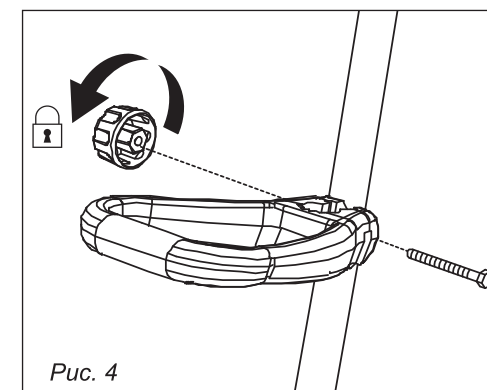

Рис. 4
### 7.2. Монтаж рукоятки (рис. 4, 5)
2. Установите вспомогательную рукоятку на верхней части штанги. Отрегулируйте ее так, чтобы она находилась в верхней части верхней штанги (рис. 4).